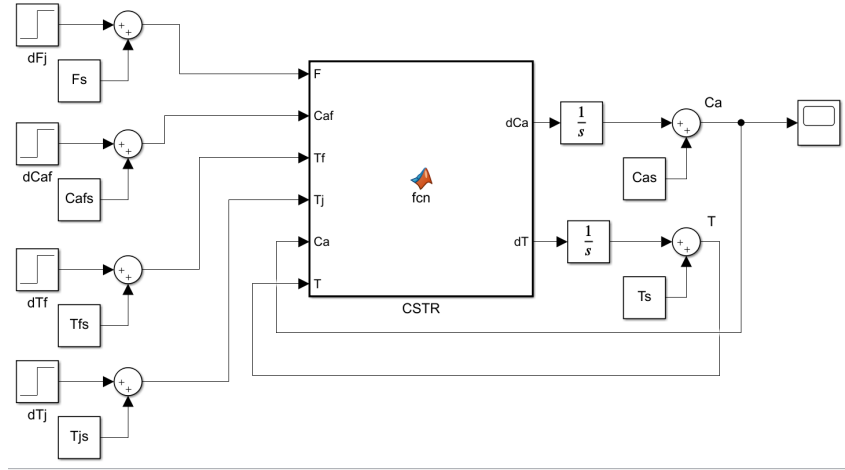

Figura 3: Diagrama de simulação do modelo não linear do CSTR
1. Simule as equações diferenciais em (9). Utilize como base o diagrama da figura 3.